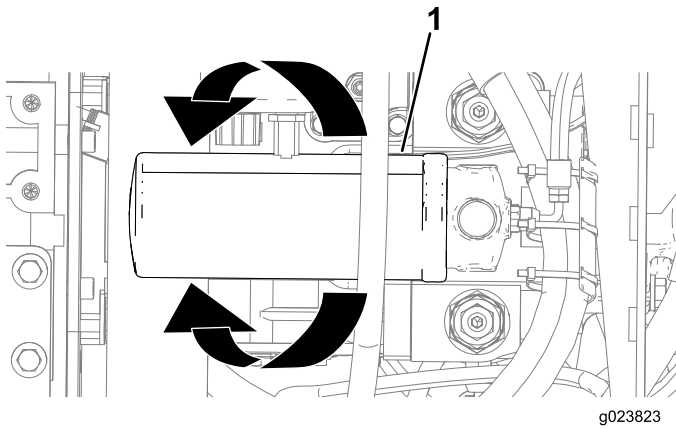

Figura 151
3. Coloque un recipiente de drenaje o varios trapos debajo del filtro de carga hidrostática (Figura 151).
4. Gire el filtro de carga hidrostática en sentido antihorario y retire el filtro (Figura 151).
6. Alinee el filtro de carga hidrostática con su asiento, y gírelo en sentido horario hasta que la junta del filtro entre en contacto con el adaptador (Figura 151).